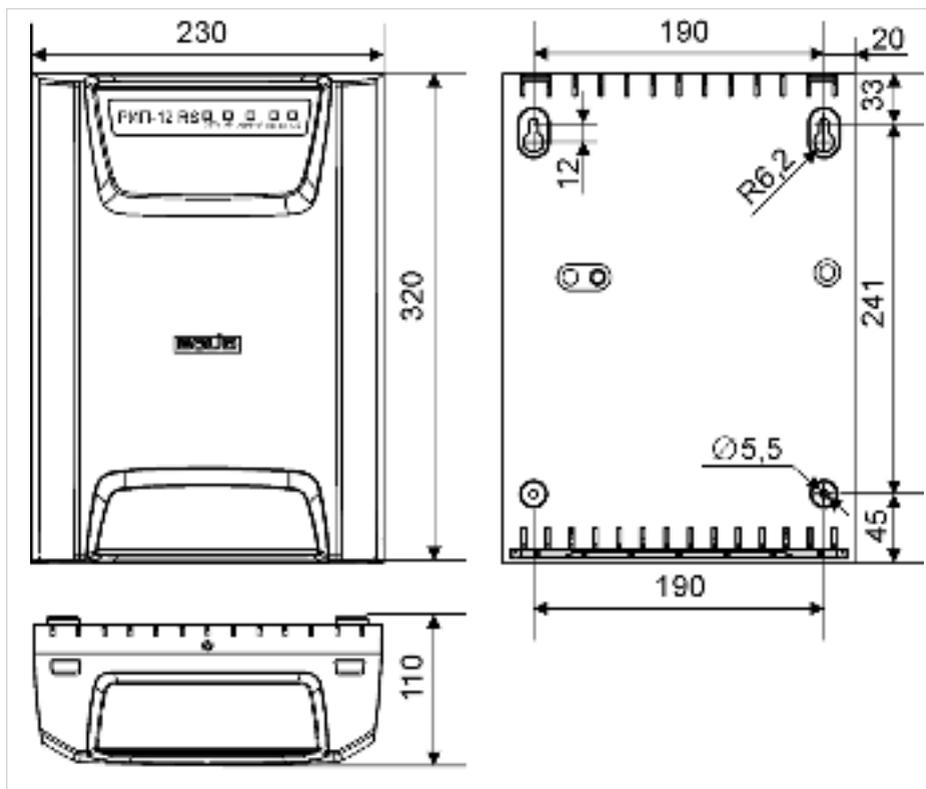

Рисунок 8. Внешний вид и габаритные размеры РИП
1. Наметьте на стене места для четырёх установочных отверстий в соответствии с габаритным чертежом (см. рис. 8). Просверлите отверстия.